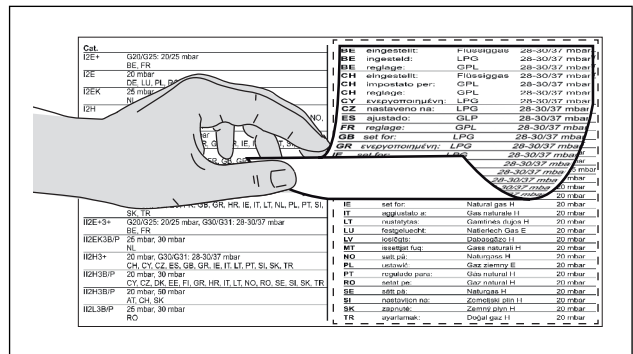

Abb. 5.27 Typenschilder des Düsensatzes aufkleben
- Kleben Sie die im Lieferumfang enthaltenen Düsensatz-Typenschilder an passender Stelle über das Düsensatz-Typenschild auf der Unterseite des Kochfeldes (siehe Abb. 5.27) und auf die Rückseite dieser Bedienungs- und Montageanleitung.